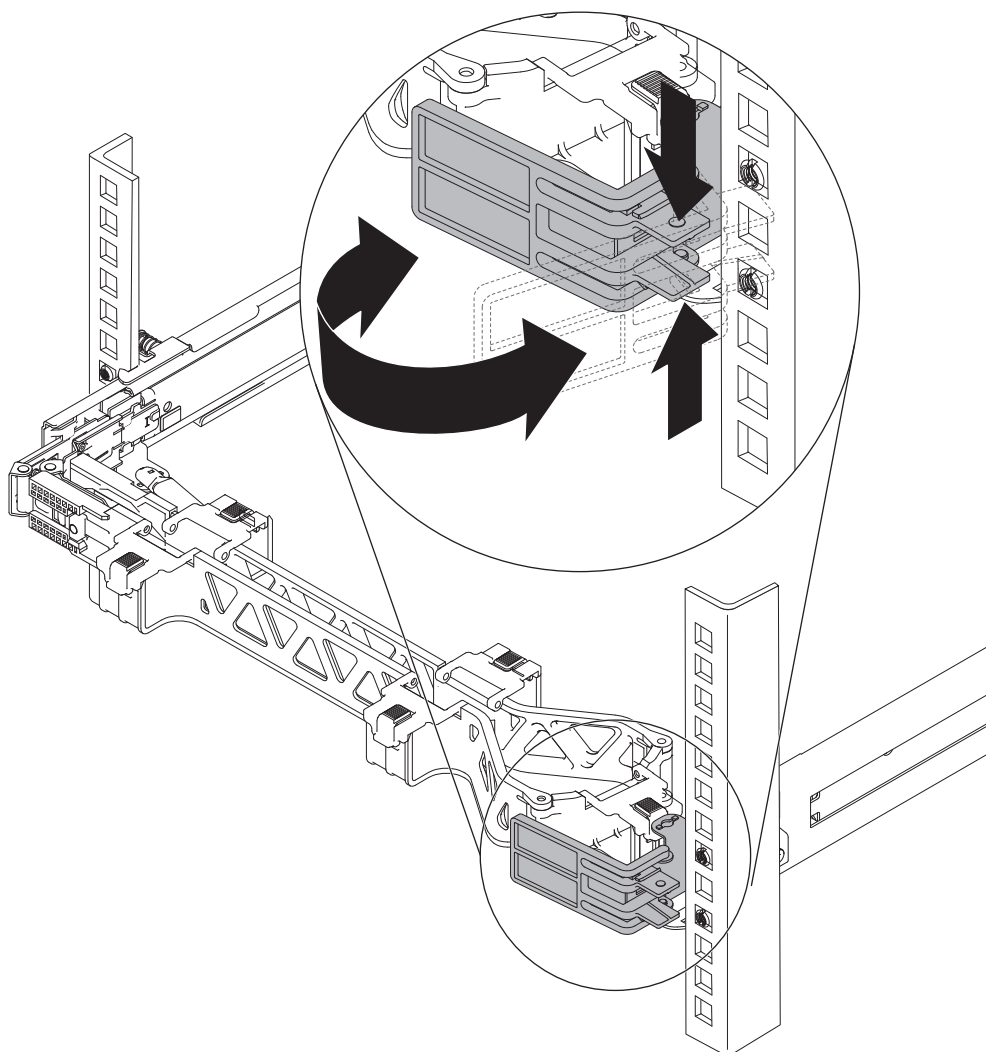

図 37. 停止金具を閉じる
7. 52 ページの図 37 に示されているように、停止金具を閉じます。